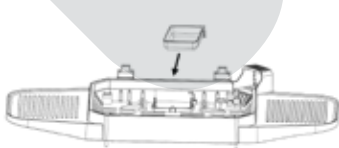

Fig. 8
9. Inserire la vaschetta di raccolta del grasso [17] (Fig. 8). La vaschetta deve essere spinta nell'alloggiamento del barbecue e deve innestarsi saldamente in posizione. Per rimuovere la vaschetta di raccolta del grasso, spingerla con cautela verso il basso e poi estrarla.